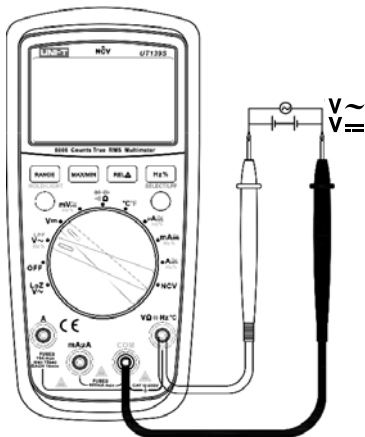

Рисунок 3
- 1) Установите поворотный переключатель в положение $V \sim$ или $V =$ (Рисунок 3).